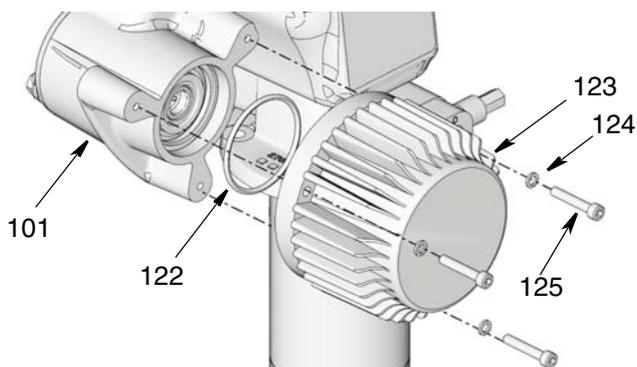

Рис. 20
8. Проконтролируйте визуально положение штока заливки насоса (215) и плунжера лопаток (216) внутри цилиндра лопаток (208) (см. раздел "Детали насоса", стр. 38). Если плунжер не находится в самом нижнем положении внутри цилиндра:
- c. Выкрутите винты (125) и удалите шайбы (124), крепящие электродвигатель (123) к корпусу редуктора (101) (Рис. 20).
- f. Убедитесь, что уплотнительное кольцо (122) находится по-прежнему на своем месте и правильно посажено в электродвигатель (123) (Рис. 20).
- g. Установите обратно электродвигатель (123) на корпус редуктора (101) с помощью винтов (125) и шайб (124). Используйте гаечный ключ для надежной затяжки винтов. Затяните с усилием 12 - 14 футов на фунт (16 - 19 Н•м) (Рис. 20).